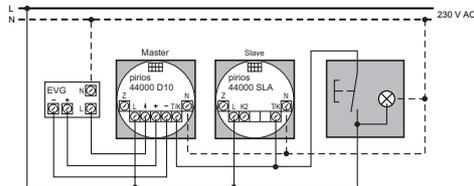
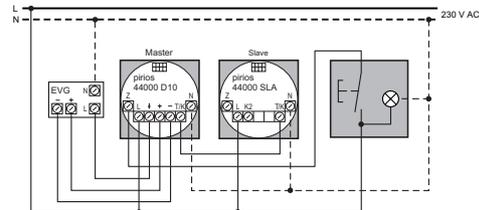

fig. 1 Funzione pulsante On/Eco-Off
fig. 3 Funzione pulsante Reinnesco
2. Collegare l'attuatore (6) conformemente allo schema (fig. 1, fig. 3 o istruzioni per l'uso) e montarlo nella scatola ad incastro (7).
3. Togliere la protezione contro la polvere dalla boccola (5).
4. Porre il sensore (2) con il telaio di copertura (4) sull'attuatore (6) in modo da innestare gli spinotti a 8 poli (3) nella boccola (5) dell'attuatore.
8. Far innestare la calotta di protezione (1) sul sensore (2).